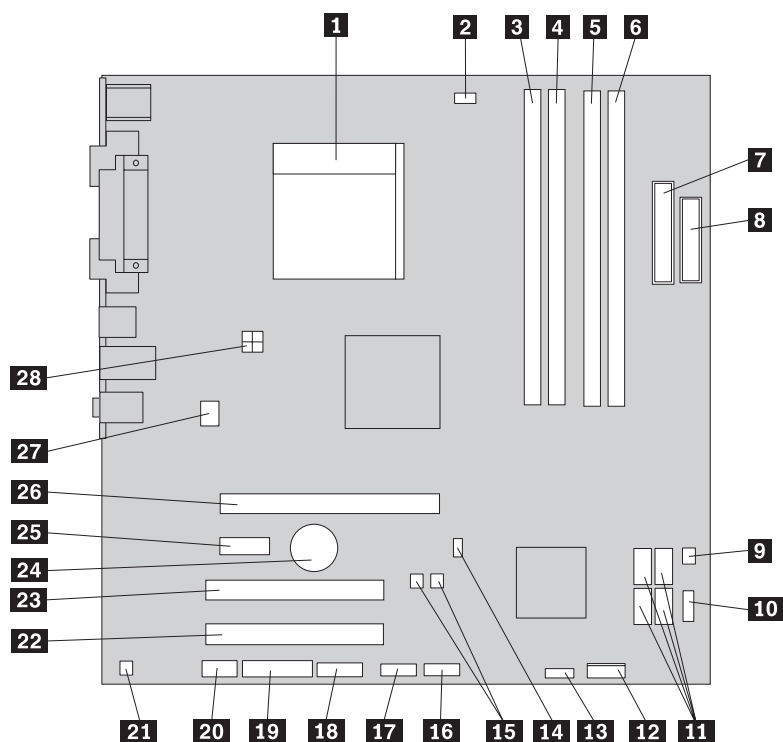

Рисунок 4. Размещение компонентов материнской платы
На рисунке рис. 4 показано размещение компонентов на материнской плате.
4. Найдите разъемы модулей памяти. Смотрите рис. 4 на стр. 8.